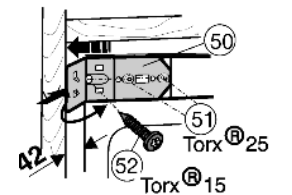

Fig. 23
- ▶ Atornille la escuadra de fijación con el tornillo para tablero de partículas ø4x19 Fig. 23 (52) en la pared del mueble.
- ▶ Desplace la escuadra de fijación Fig. 23 (50) hasta la pared del mueble y apriete los dos tornillos M5, Torx 25 Fig. 23 (51).